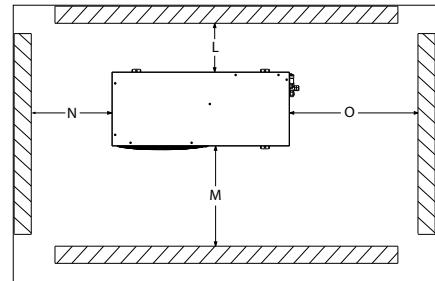

Ilustración 1: Distancias de montaje mínimas
• Asegúrese de que exista espacio suficiente alrededor de la unidad para permitir la circulación del aire y la apertura de las puertas. Consulte la ilustración 1 para conocer las distancias mínimas con respecto a las paredes.